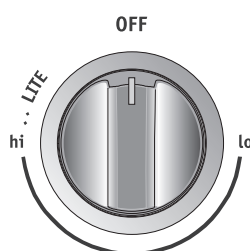
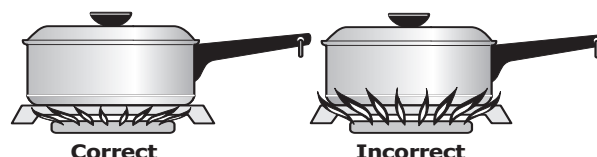

Figure 2 : Bouton à la position LITE (allumage)
Figure 3 : Ajustement de la flamme
3. Placez la grille Effortless MC à la position 1, 2 ou 3 seulement (voir la section Positions recommandées des grilles pour vérifier la position des grilles). Assurez-vous que les supports des bras-connecteurs se trouvent à l'arrière et qu'ils sont orientés vers le bas (voir la figure 2).
4. Assemblez un bras-connecteur à la fois. Avec la porte du four ouverte et la grille en place, installez un bout du bras-connecteur dans le trou du support du brasconnecteur situé sur la porte (Figure 1) et l'autre bout du bras-connecteur dans le trou du support bras-connecteur de la grille (Figure 2 et à la figure 3). La grille devra être tirée hors du four ou repoussée dans le four pour ajuster la position de la grille avec la longueur du bras-connecteur.